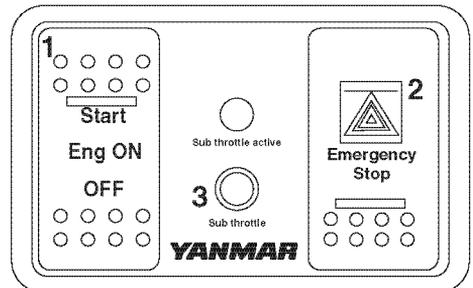

Abbildung 4
- a. Schalter OFF, ON, START (Abbildung 4, (1))
- b. Notaus (Abbildung 4, (2))
Diesen Schalter nur im Notfall verwenden. Unter normalen Umständen ausschließlich Schalter OFF, ON, START (Abbildung 4, (1)) zum Stoppen des Motors verwenden.